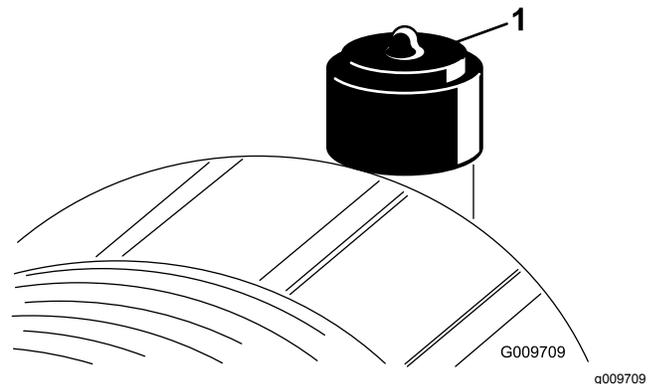

Figura 45
- Substitua o elemento do filtro do ar quando o indicador do filtro de ar (Figura 45) ficar vermelho. Não limpe em demasia o elemento do filtro de ar.